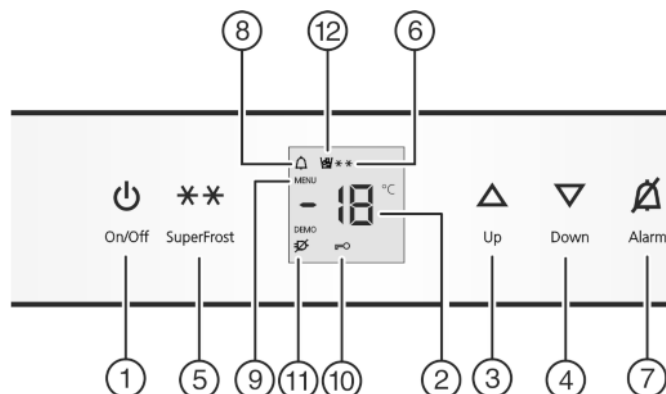

Fig. 2
- ▶ nacisnąć przycisk On/Off *Fig. 2 (1)*.
- ▶ Aktywacja trybu regulacji: Nacisnąć i przytrzymać przycisk SuperFrost *Fig. 2 (5)* przez ok. 5 s.
- ▷ Świeci symbol menu *Fig. 2 (9)*.
- ▶ W celu wyłączenia zabezpieczenia przed dziećmi krótko nacisnąć przycisk SuperFrost *Fig. 2 (5)*.
- ▶ W celu włączenia zabezpieczenia przed dziećmi krótko nacisnąć przycisk SuperFrost *Fig. 2 (5)*.
- ▷ Świeci symbol zabezpieczenia przed dziećmi *Fig. 2 (10)*. Na wskaźniku miga **c**.
- ▷ Symbol zabezpieczenia przed dziećmi *Fig. 2 (10)* gaśnie. Na wskaźniku miga **c**.
- ▶ Dezaktywacja trybu regulacji: nacisnąć przycisk On/Off *Fig. 2 (1)*.
- ▶ Nacisnąć przycisk Alarm *Fig. 2 (7)*.
Jednocześnie miga wskaźnik temperatury i symbol Alarmu *Fig. 2 (8)*.
Akustyczny sygnał ostrzegawczy milknie automatycznie, znika symbol Alarmu *Fig. 2 (8)* i wskaźnik temperatury przestaje migać, gdy temperatura będzie ponownie wystarczająco niska.
- ▶ Ustawianie wyższej temperatury: nacisnąć przycisk ustawiania Up Fig. 2 (3).
- ▶ Ustawianie niższej temperatury: nacisnąć przycisk ustawiania Down Fig. 2 (4).